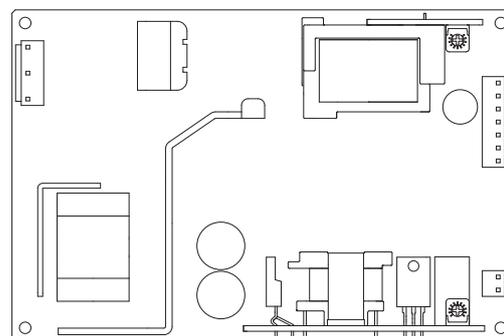
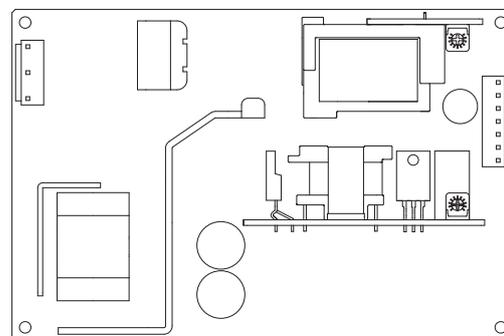

図1.1 スロット2を空きスロットとする場合の概略図
図1.2 スロット3を空きスロットとする場合の概略図
- (1) スロット1に使用するモジュールはスロット1シングル出力モジュールの中から選択してください。
- (2) スロット1は必ず選択する必要があります。
- (3) スロット2に使用するモジュールはスロット2、スロット3シングル出力モジュール、もしくはスロット2±出力モジュールの中から選択してください。
- (4) スロット3に使用するモジュールはスロット2、スロット3シングル出力モジュールの中から選択してください。
- (5) スロット2、スロット3のどちらかのスロットを空きスロットとして構成することも可能です（図1.1、図1.2参照）。その際は空きスロットのモジュールコードを0（オー）としてください。